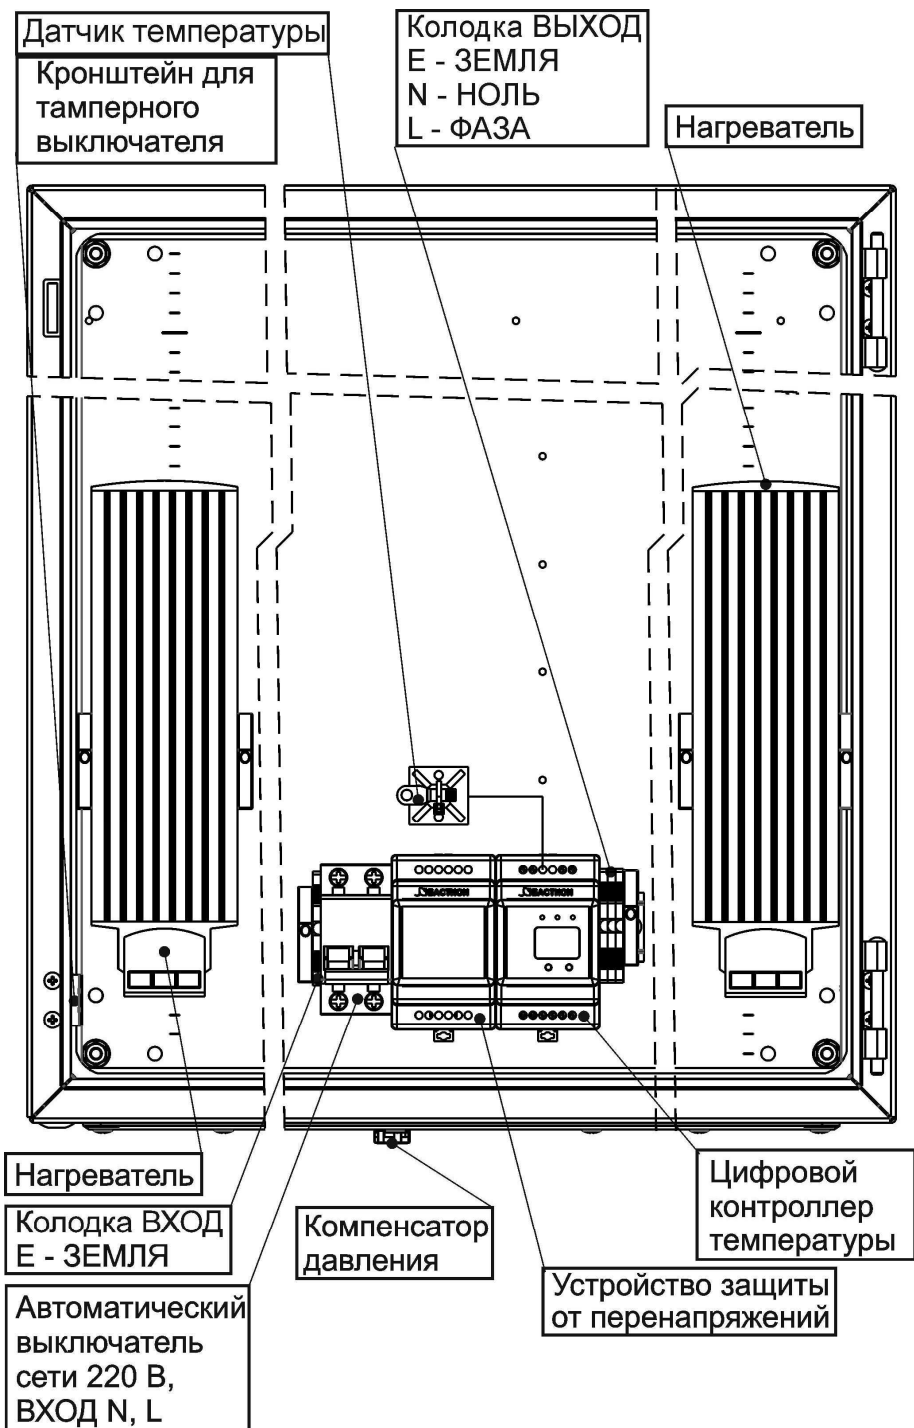

Рисунок 2 – Вид изделия с открытой дверцей
При открытой дверце осуществляется доступ к следующим узлам, расположенным на DIN-рейке: цифровому контроллеру температуры; автоматическому выключателю; клеммной колодке ВХОД и ВЫХОД~ 220В (см. рисунок 2). Общий вид изделия с открытой дверцей показан на рисунке 2.
Перед проведением электромонтажа, многожильные провода рекомендуется оконечить втулочными наконечниками (наконечники входят в комплект поставки). Выполните подключение внешних цепей к изделию в соответствии с назначением клемм подключения (см. рисунок 2) в следующей последовательности:
- Провод заземления подключите к клемме Е (ЗЕМЛЯ) на колодке «ВХОД» (см. рисунок 2).
- Подключите, соблюдая фазировку, к клеммам автоматического выключателя сетевые провода N (НОЛЬ) и L (ФАЗА) (см. рисунок 2).
- В случае необходимости установите тамперный переключатель (входит в комплект поставки) на специальный кронштейн (см. рисунок 2), используя входящий в комплект крепеж.